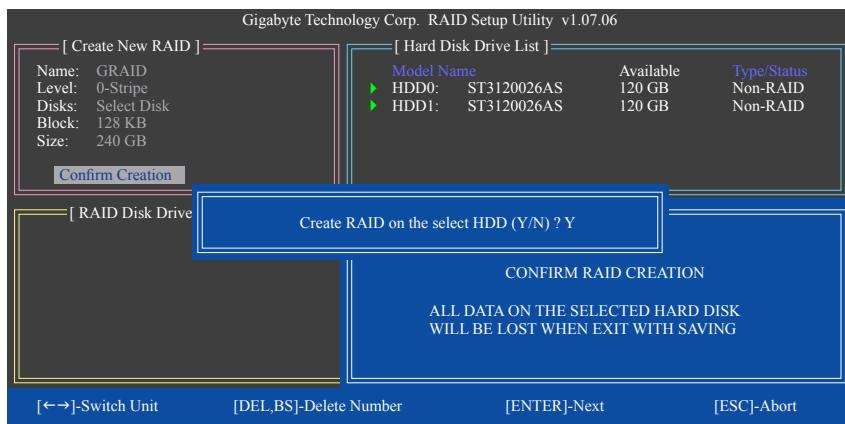

図 7
6. 作成を確認する: 上の項目をすべて構成すると、選択バーは Confirm Creation 項目に自動的にジャンプします。<Enter> を押します。選択を確認するように求めるメッセージが表示されたら (図 7)、<Y> を押して確認するか <N> を押して中断します。